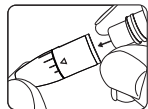

Figura 23
PASO 1: Gire la tapa del dispositivo de punción para quitarla. Consulte la figura 23.